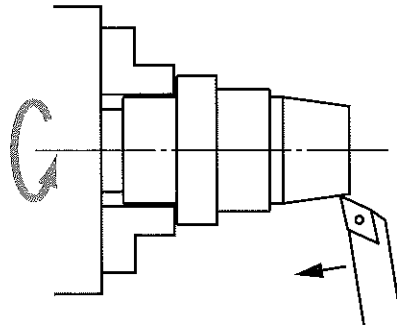

図4
(1) 旋盤による図4のような加工のうち、バイトが触れている面の旋削を(a)削りという。